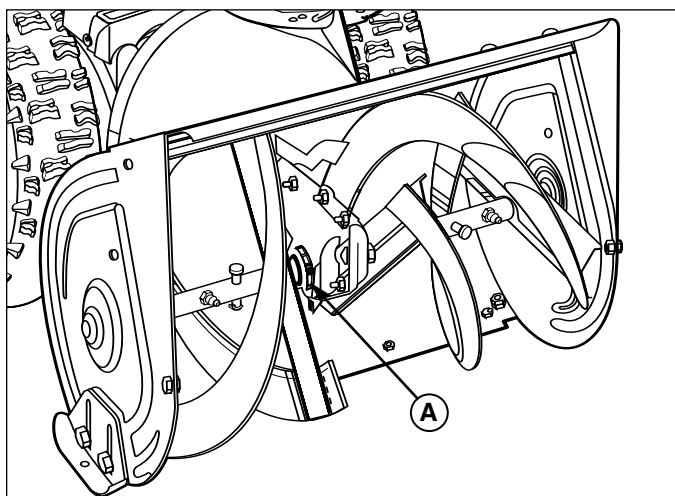

Figura 11. Lubrificazione della coclea
2. Rimuovere il tappo del tubo (A, Figura 11).